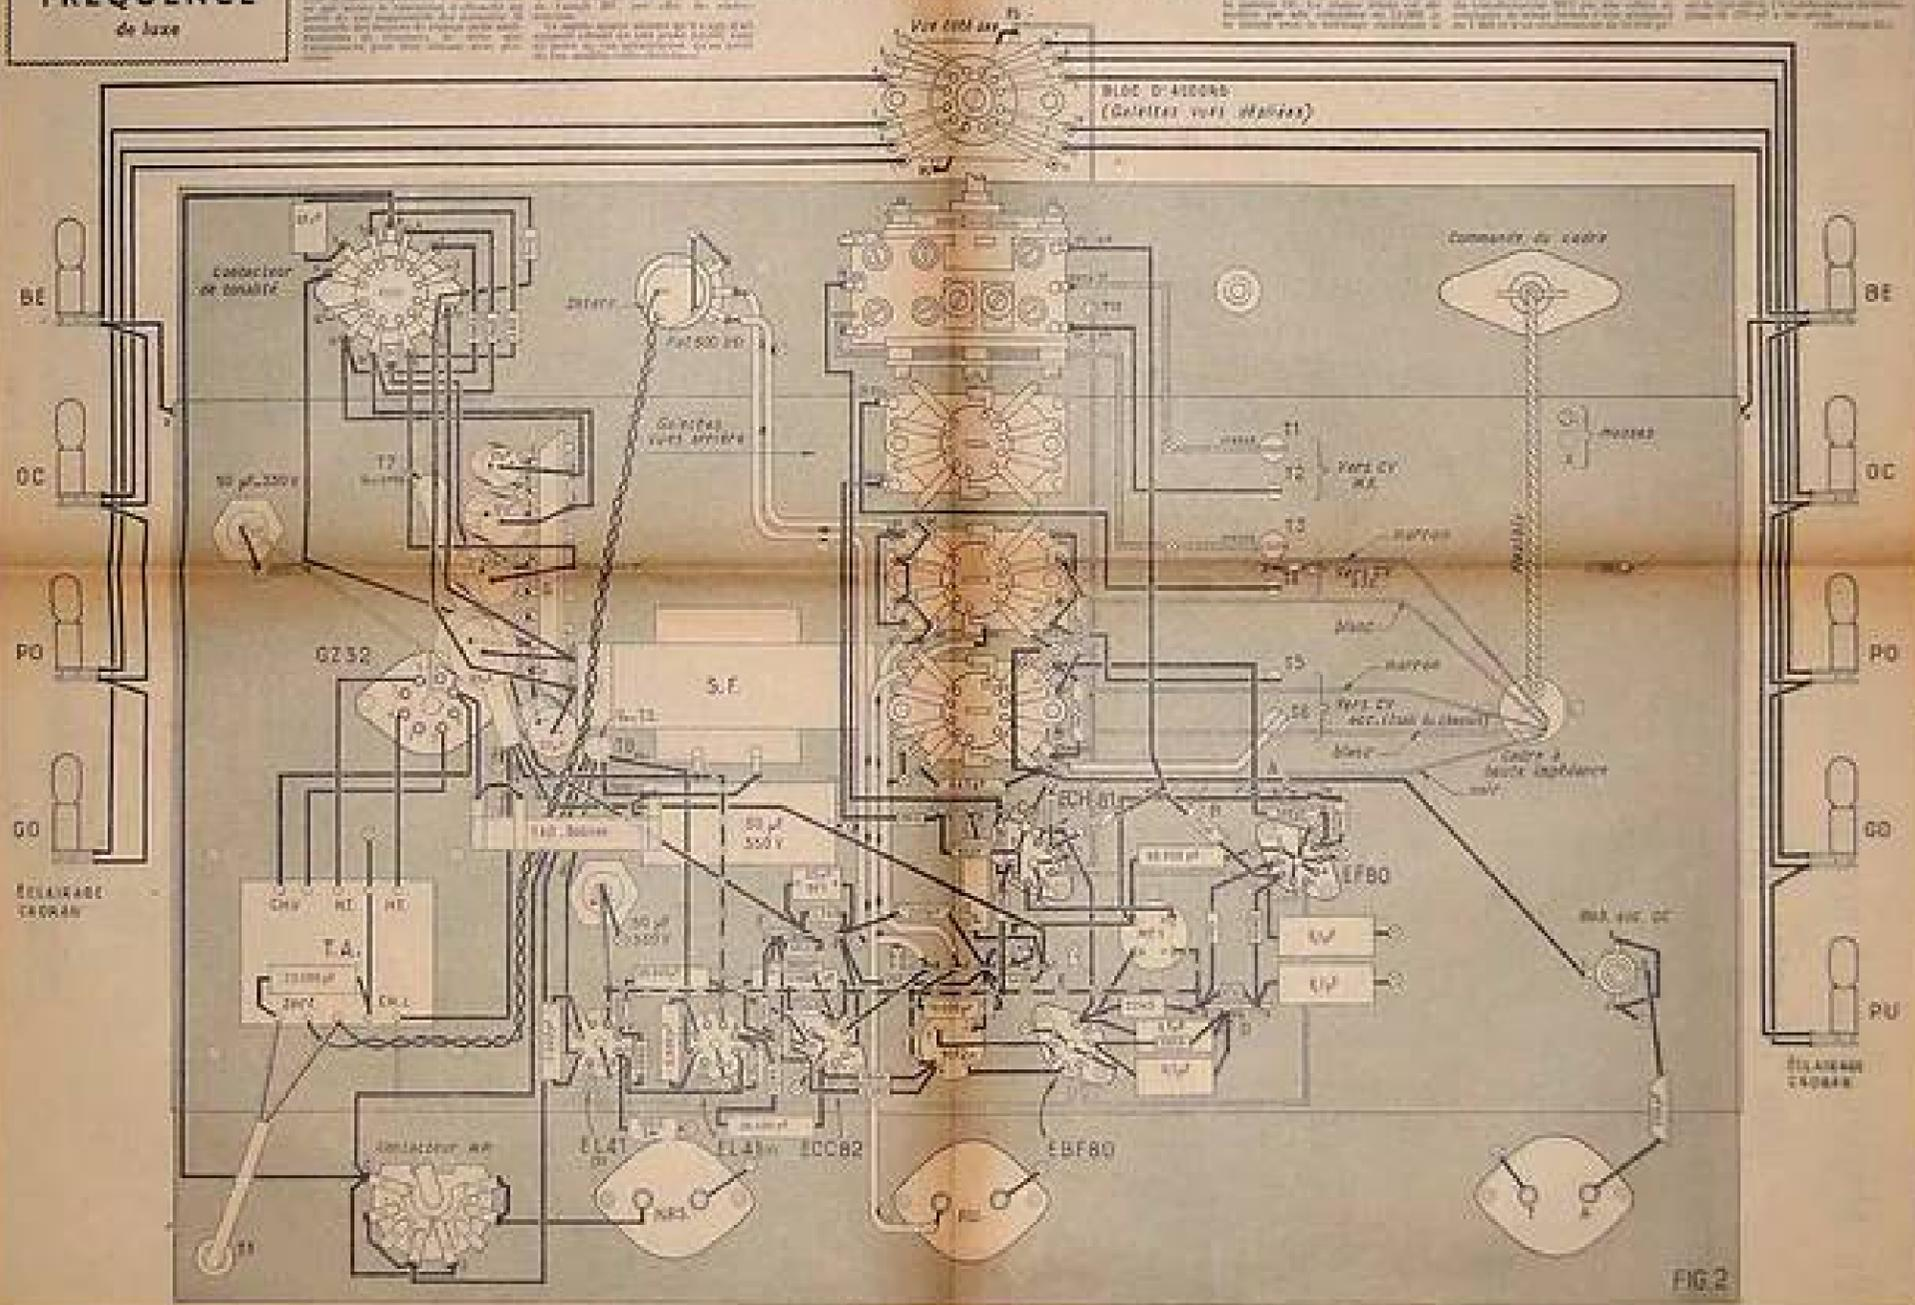

FIG. 2
Pour ce travail, on s'inspire du plan de câblage de la figure 2 et de la vue en plan de la figure 3. Il convient, tout d'abord, de fixer les sept supports de lampes. Quatre de ces supports sont du type Noval, ce sont ceux des lampes EF80 (HF), ECH81 (changeuse de fréquence), EBF80 (MF) et ECC82 (déphaseuse). Deux autres sont du type Rimlock, ce sont ceux des lampes finales EL41. Enfin, un est du type octal, c'est celui de la valve GZ32. Sur la face interne du châssis, on soude les relais : A (2 cosses isolées), B (1 cosse isolée), C (2 cosses isolées), D (2 cosses isolées), E (5 cosses isolées), F (2 cosses isolées). On prend une plaquette à cosses comportant deux rangées de neuf cosses. On soude cette plaquette sur la face interne du châssis, comme c'est
- 1 châssis selon figure 2.